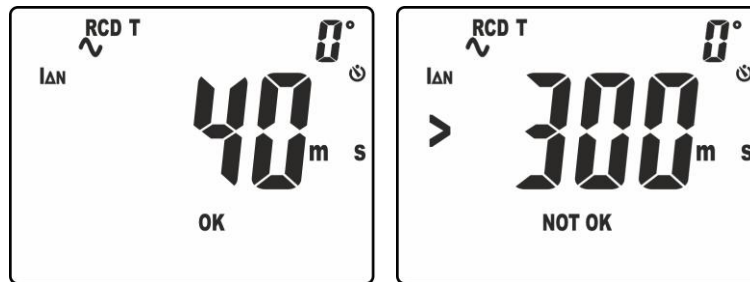

Fig. 35: Tiempo de intervención en modo manual a $I_{\Delta n}$
- 10.El resultado de la medida correcto se muestra en pantalla (ver Fig. 35 – parte izquierda) con indicación “OK”
- 11.El resultado de la medida incorrecto se muestra en pantalla (ver Fig. 35 – parte derecha) con indicación “NOT OK”. Un breve sonido continuo se emite en el instrumento